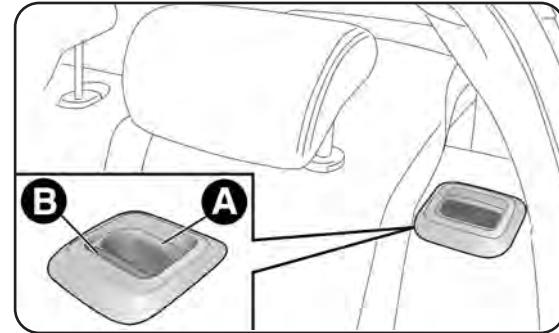

fig. 75
- levante la palanca A-fig. 75 para abatir la parte izquierda o derecha del respaldo y acompañar el respaldo hacia el cojín (la elevación de la palanca A se indica con una "banda roja" B).
Levante el respaldo abatido anteriormente hasta oír el clic de bloqueo de los dos mecanismos de enganche, comprobando visualmente que desaparezca la "banda roja" de las palancas A-fig. 75. De hecho, la "banda roja" indica que no se ha enganchado el respaldo. Vuelva a colocar los reposacabezas introduciéndolos en sus alojamientos.